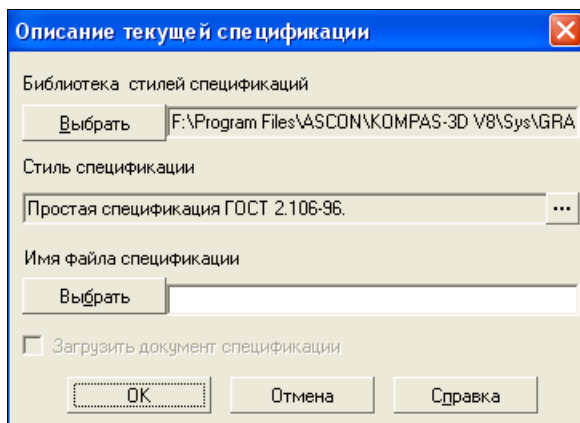

Рис. 14.33. Диалоговое окно **Описание текущей спецификации**
- ♦ в окне щелкните ЛК мыши по крайней левой кнопке **Добавить описание**. Появится диалоговое окно **Описание текущей спецификации** (рис. 14.33). В этом окне представлена нужная нам Простая спецификация ГОСТ 2.106-96;